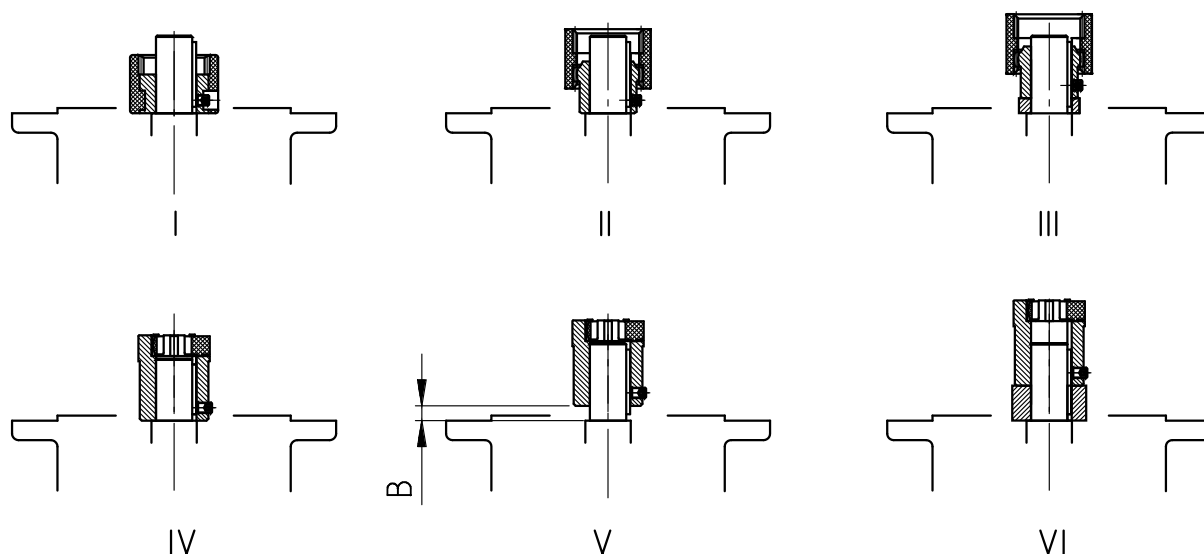

Рисунок 16: Установка разных видов муфты на вал двигателя
3. Надеть на вал двигателя полумуфту таким образом, чтобы шпонка двигателя зафиксировалась в пазу полумуфты. Насадить полумуфту согласно указаниям изготовителя двигателя. В цилиндрических редукторах Standard соблюдать расстояние В между полумуфтой и буртиком (см. "Рисунок 16"). У некоторых **NEMA-адаптеров** положение муфты необходимо отрегулировать в соответствии с указаниями на наклейке.
4. Установить поставляемую в комплекте шпонку (см. "Рисунок 16: Установка разных видов муфты на вал двигателя").
8. Установить двигатель на адаптер. Установить также прилагаемый зубчатый венец или прилагаемую зубчатую гильзу (см. Рисунок 16: Установка разных видов муфты на вал двигателя). Для адаптеров AN360TC и AN400TC следует сначала закрепить фланец адаптера на двигателе, а затем прикрутить двигатель к адаптеру.